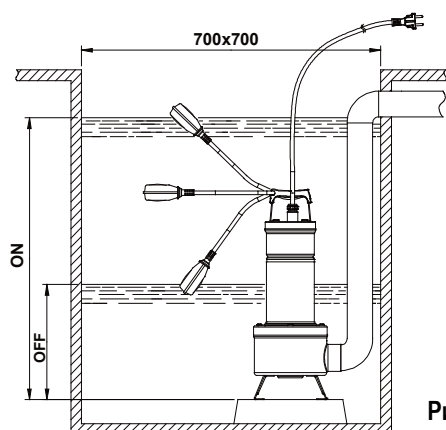

Рис.1
- 4.1 У разі, якщо на дні колодязя, в якому повинен працювати насос, у великій кількості присутній мул, то необхідно передбачити стійку для монтажу насоса, щоб уникнути засмічення решітки всмоктування (**Рис.1**).
- 4.4 Для моделей оснащених поплавковим вимикачем, необхідно перевірити, щоб він не був заблокований (**ДИВИТИСЯ Пункт Регулювання поплавкового вимикача**). Необхідно передбачити мінімальні розміри колодязів, як зазначено на **Рис.1**. Необхідно завжди розраховувати розміри колодязя відповідно наявного обсягу води та витраті насоса таким чином, щоб не піддавати двигун надмірно частим запускам.